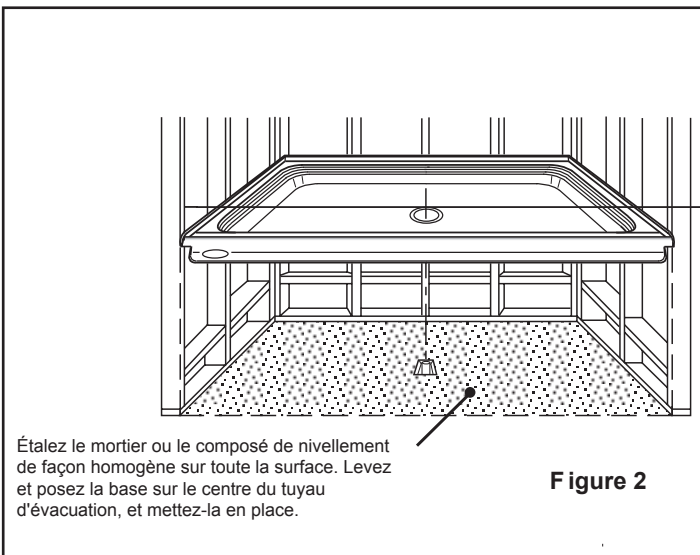
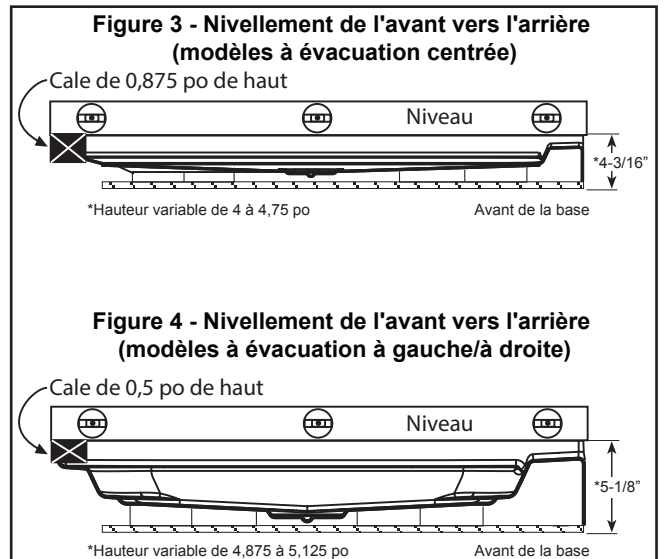

Figure 2
Figure 3 - Nivellement de l'avant vers l'arrière (modèles à évacuation centrée)
- 4 Placez et installez la base sur l'évacuation. Référez-vous à la Figure 2. Positionnez le raccord d'évacuation sur le centre du tuyau d'évacuation, et posez délicatement la base de douche. Appuyez fermement jusqu'à ce que la base soit bien en place. Vérifiez le niveau de la base dans deux directions. Une cale élevée est nécessaire à l'arrière de la base pour le nivellement de l'avant vers l'arrière (référez-vous aux Figures 3 et 4). Allez à la page 31 pour poursuivre l'installation.